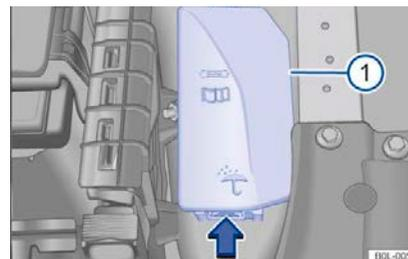

Рисунок 117 В моторном отсеке: крышка блока предохранителей ⓘ.
- Нажмите кнопку разблокировки в направлении стрелки, чтобы открыть крышку блока предохранителей → рис. 117 ⓘ.